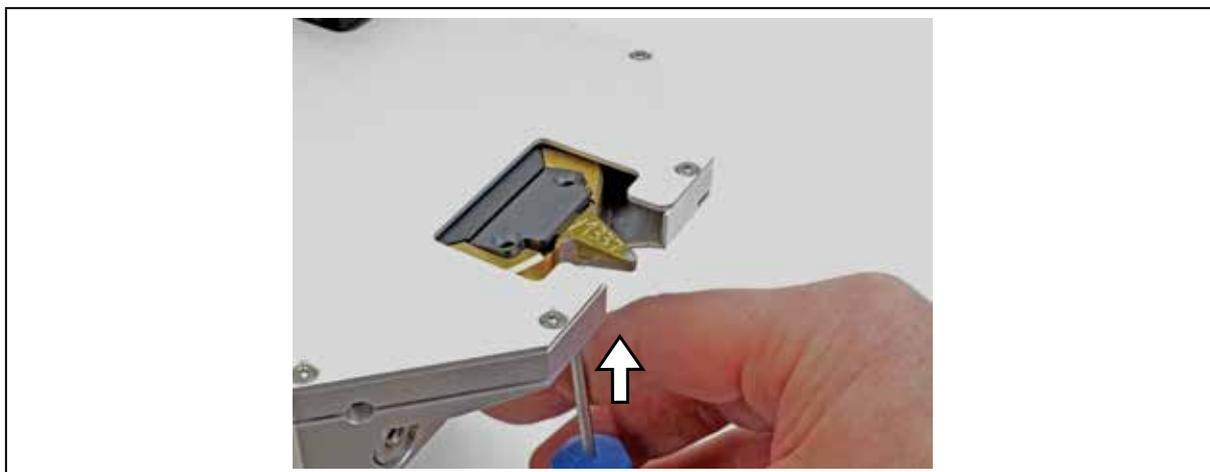

Abb. 15.3: Messspitze herausdrücken
5. Drücken Sie die Messspitze samt Halteblech mit einem Schraubendreher von unten durch die Gehäusebohrung vorsichtig hoch (siehe Abb. 15.3).